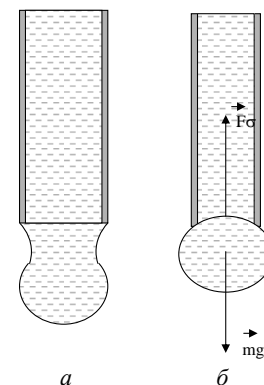

Рис. 1
Строго говоря, формула (1) несправедлива изначально, поскольку записана для так называемых сосредоточенных сил. Ведь если сила тяжести относится к таковым, ибо ее можно сосредоточить в центре тяжести, сила поверхностного натяжения (согласно ее определению) распределена по линии контакта и лишь в ситуации, показанной на рис. 1, б, в какой-то мере может считаться сосредоточенной. С увеличением диаметра трубки, когда он становится соизмеримым с диаметром отрывающейся капли, отклонения от формулы (1) становятся более заметными. Кроме того, в школьной литературе обычно рекомендуется измерять внутренний диаметр трубки, хотя в случае использования трубки из материала, смачиваемого используемой жидкостью, что обычно и случается, отрыв капли происходит отнюдь не от внутренней поверхности трубки.